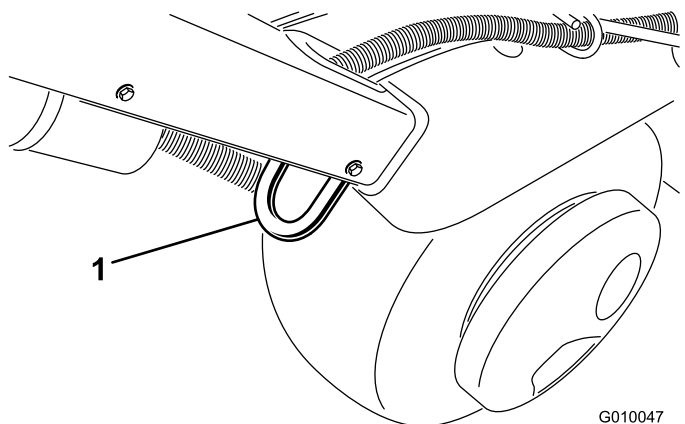
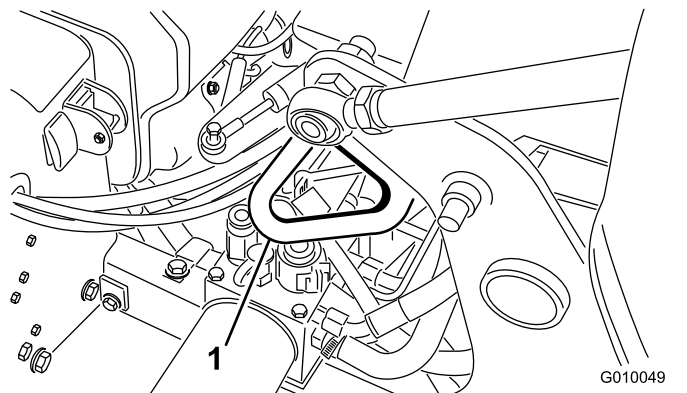

图32
图34
- 通过打孔机的栓系点 图32 至 图34 用箍带、链条、缆绳或绳索将其牢牢固定在拖车或卡车上。